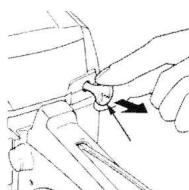

Рис. 5.2.1
2) Вытяните рычаг воздушной заслонки в (положение полностью закрыто ||_{закр.}). См. рис. 5.2.1